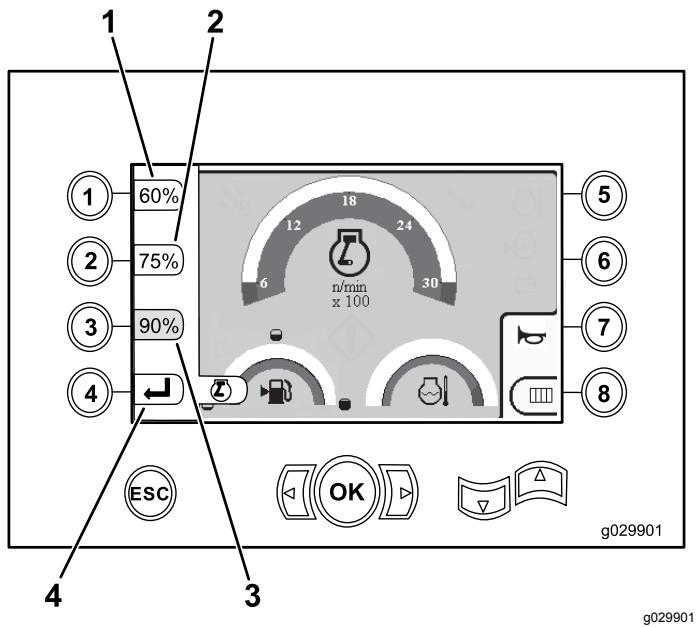

Figura 6
- Pulse el botón 1 para activar la velocidad de motor (rpm) del 60 %, según se muestra en Figura 6.
- Pulse el botón 2 para activar la velocidad de motor (rpm) del 75 %, según se muestra en Figura 6.
- Pulse el botón 3 para activar la velocidad de motor (rpm) del 90 %, según se muestra en Figura 6.
- Pulse el botón 4 para volver a la pantalla principal (Figura 6).